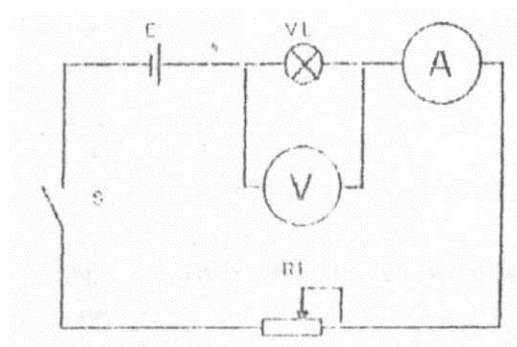

Рисунок 1
3. Зарисовать схему измерений (рисунок 1).